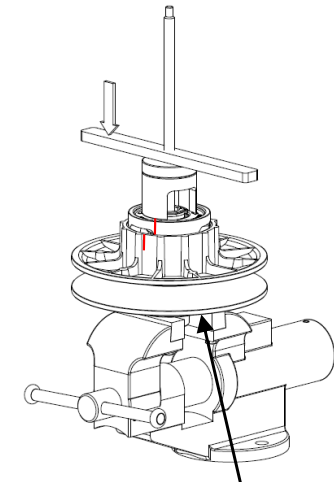
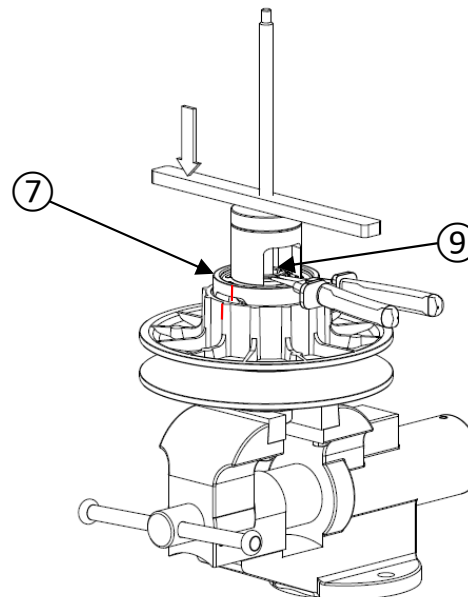

Figure 19
Figure 20
- Installez la poulie sur l'outil de démontage comme indiqué sur la figure 19. Utilisez la vis de blocage pour empêcher la rotation de la poulie sur l'outil de démontage.
- En vissant la barre sur la tige filetée, appuyez sur la came ⑦ (3 à 4 mm max.) afin de libérer l'anneau élastique ⑨.
- Retirer l'anneau élastique ⑨ à l'aide de la pince à anneau élastique (figure 20).